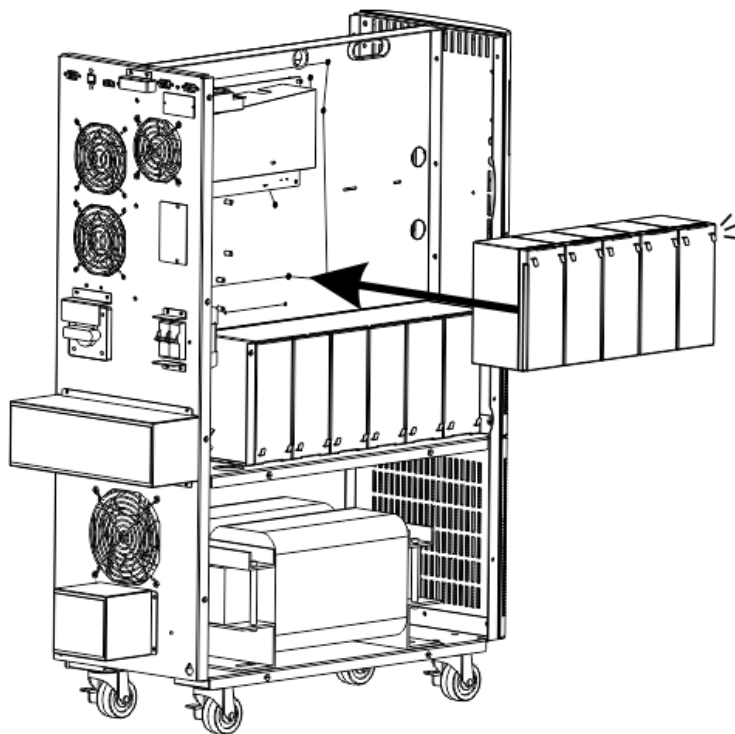

FIGURE. 9
20. Installez les nouvelles piles sur la deuxième rangée(FIGURE. 9). **REMARQUE:**Les bornes de la batterie DOIVENT être sur le côté supérieur.